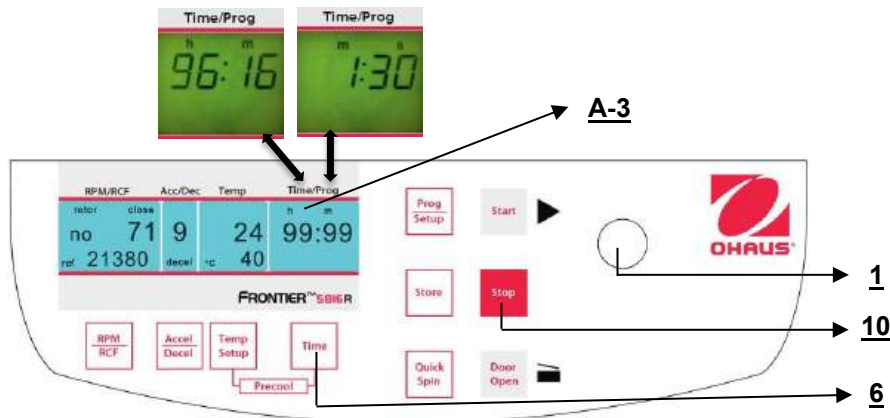

Abbildung 17
3. Der dauerhafte Betrieb **"cont"**, der durch die Taste **"Stop"**(10) unterbrochen werden kann (siehe Abbildung 17).
Die Anzeige zeigt immer die verbliebene Zeit. (Siehe Abbildung 17)